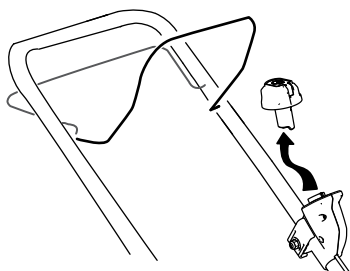

Figura 18
1. Rimuovete il pulsante di avviamento elettrico (Figura 18).